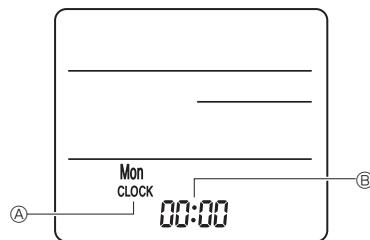

Fig. 6-8
3) การตั้งค่า (การตั้งค่าพิเศษ) (Fig. 6-8)
① ไลน์เดตเตอร์รีโมทคอนโทรล Ⓑ CLOCK ตัววัดสตุปลาຍแหลม